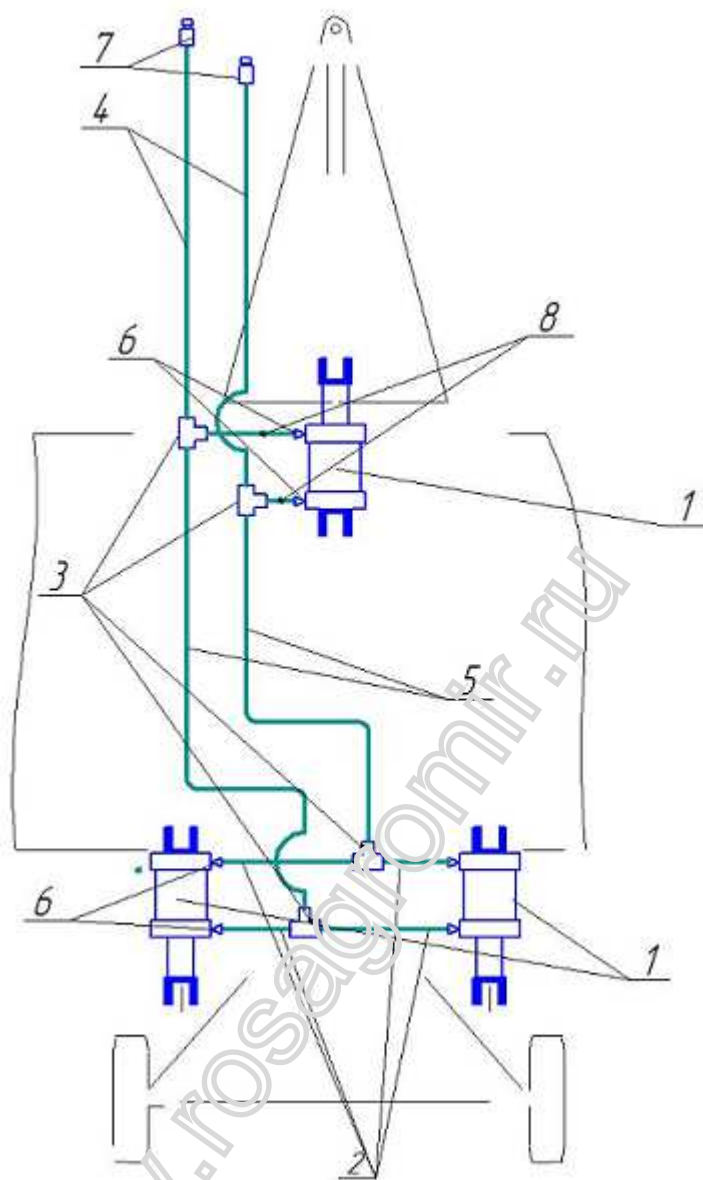

Рис. 2 – Гидросхема БДМ 5х2П
- установить гидротрассу согласно рис.2.